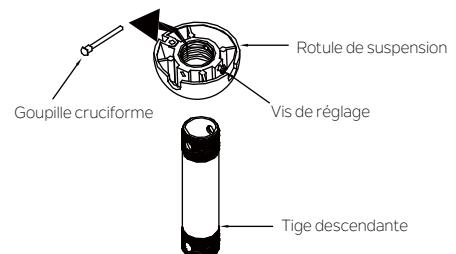

Fig. 7
**Étape 3.** Retirer la rotule de suspension de l'ensemble de la tige de descente en desserrant les vis de réglage, en retirant la goupille cruciforme et en tournant la rotule ou la tige (Fig. 7).